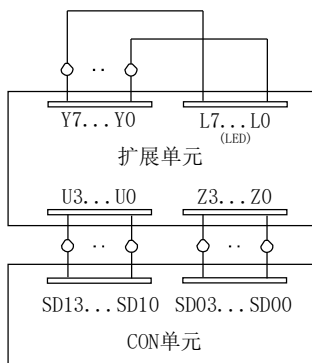

图 1-3-3 阵列乘法器实验接线图
1.2.4.2 关闭实验系统电源，按图 1-3-3 连接实验电路，图中将用户需要连接的信号用圆圈标明。